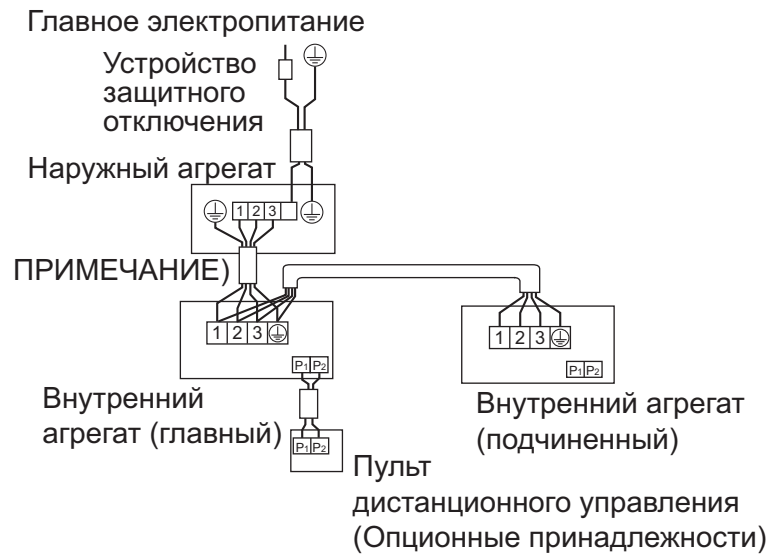

Рис. 26
- **Система для работы в параллельном режиме:** 1 пульт дистанционного управления управляет 2 внутренними агрегатами. (2 внутренних агрегата работают одинаковым образом.) **(См. рис. 26)**